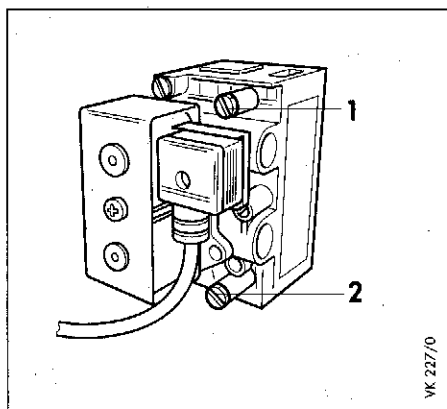
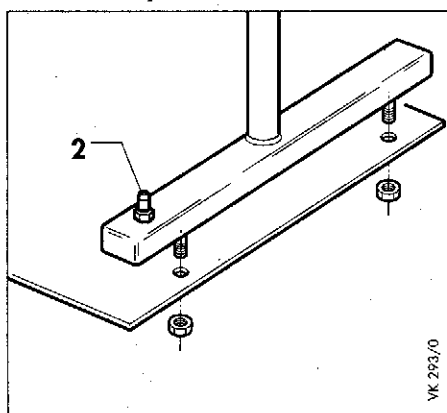

Рис. 8.1 Штуцеры для измерения давления газа у котлов VK 15E-25E
Рис. 8.2 Штуцер для измерения давления газа на соплах у котлов VK 30E-45E
Пояснения к рис. 8.1 - 8.4
- Вывинтить винт на штуцере (2) для измерения давления на соплах и присоединить манометр к штуцеру (2), как показано на рис. 8.1 или 8.2.
- До отказа завернуть винт на штуцере (2) для измерения давления на соплах, см. рис. 8.1 или рис. 8.2.